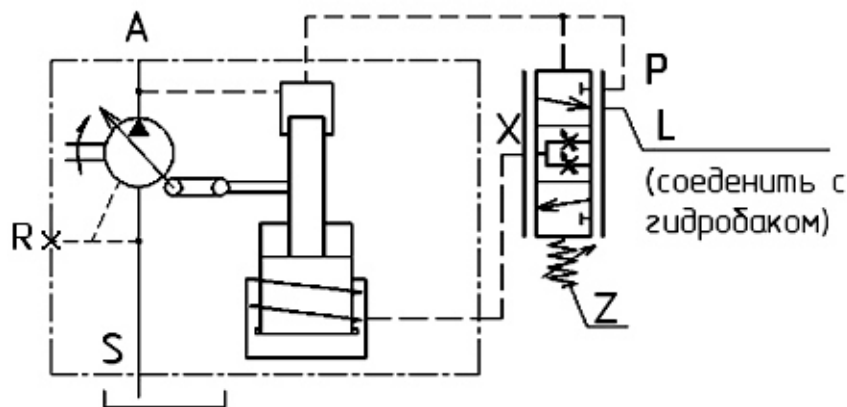

Рис. 40 – Гидравлическая схема насосов с регулятором постоянного давления с дистанционным гидропилотом.
- поддерживаемое давление P_n изменяется регулировкой винта Z (рисунок 40).